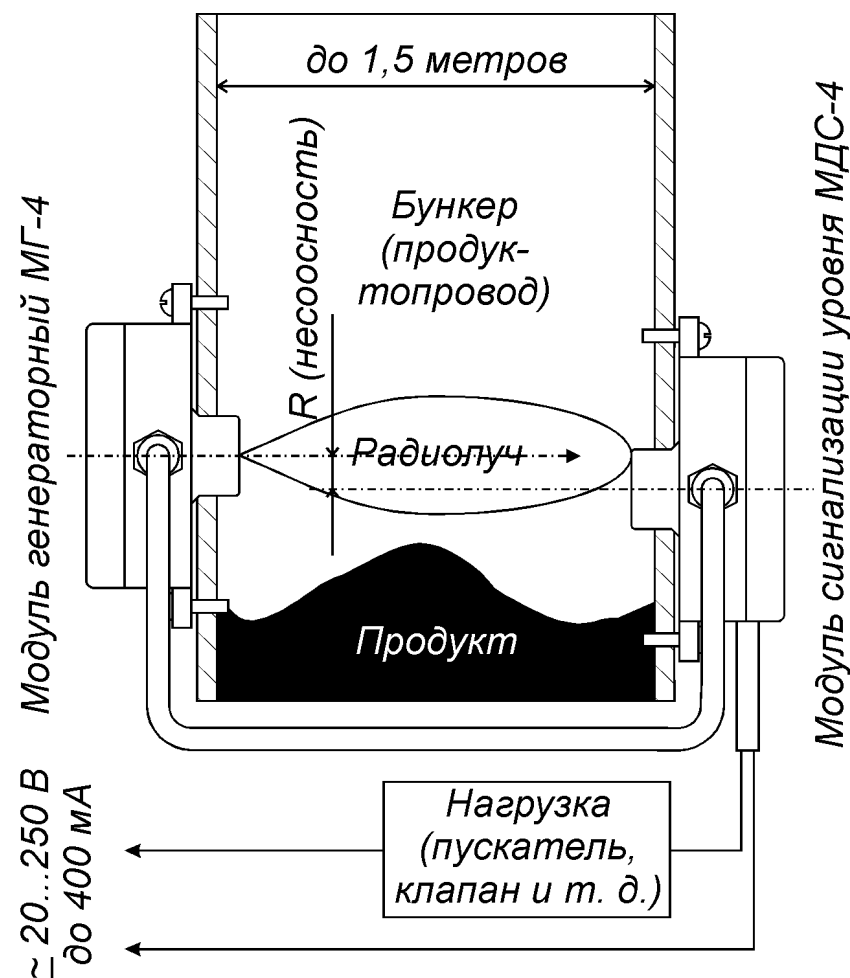
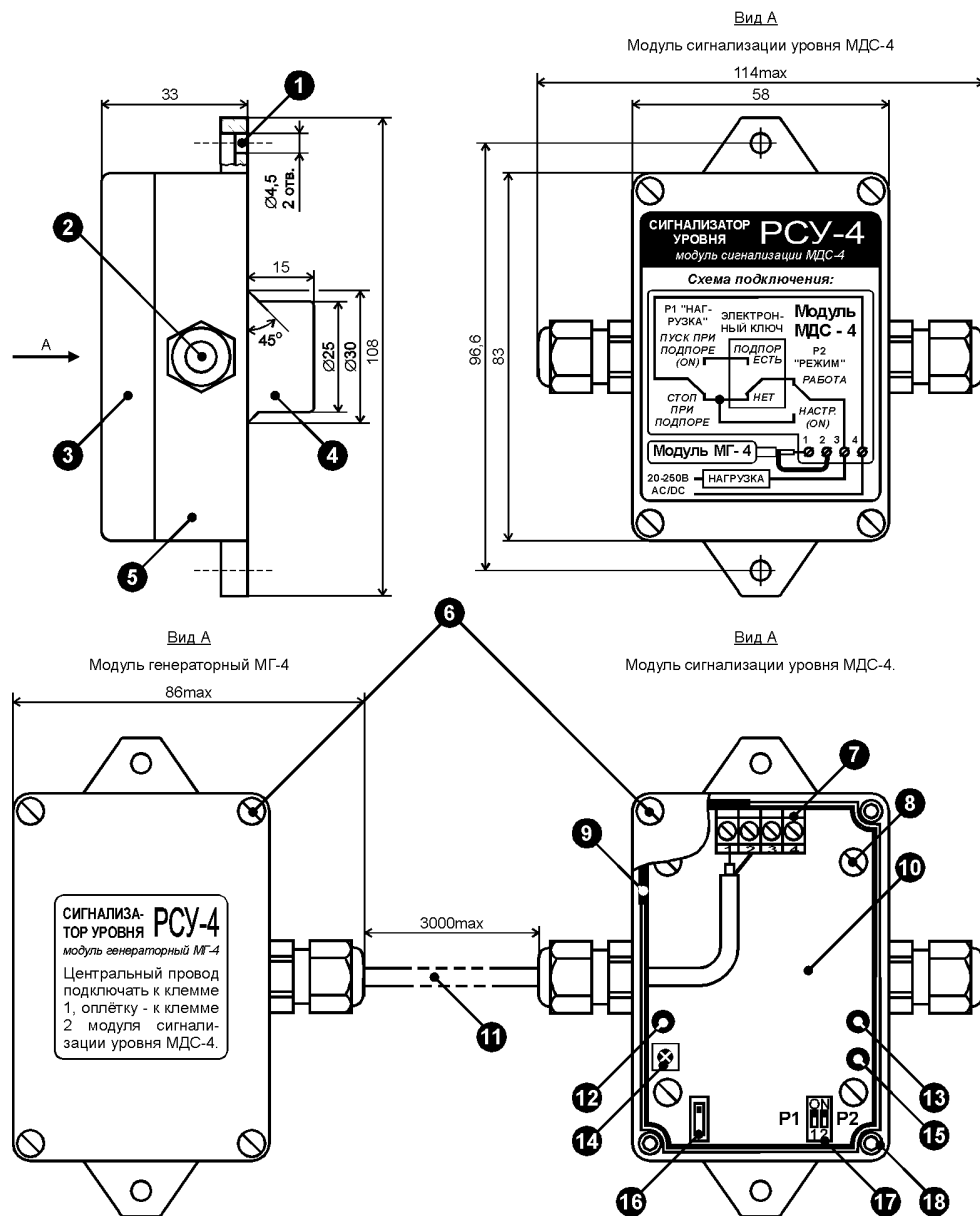

Рис. 1. Принцип действия сигнализатора уровня РСУ-4.
Рис. 2. Конструкция сигнализатора уровня PCSU-4.
Принцип действия сигнализатора основан на ослаблении амплитуды радиосигнала, проходящего сквозь слой контролируемого продукта (рис. 1).
Сигнализатор уровня РСУ-4 состоит из модуля генераторного МГ-4 и модуля сигнализации уровня МДС-4 (рис. 2). Модули собраны в одинаковых корпусах (поз. 5). Корпус через уплотнитель (поз. 9) закрывается крышкой (поз. 3), которая фиксируется четырьмя винтами (поз. 6). Винты вворачиваются в резьбовые втулки (поз. 18), запрессованные в корпус. Для крепления корпуса предусмотрено два отверстия (поз. 1). На боковых стенках модулей установлены кабельные вводы (поз. 2): один на модуле МГ-4 и два - на модуле МДС-4. При монтаже модулей на бункер (продуктопровод) используются вставки полиуретановые ВПУ-15 (поз. 4). Электрическое соединение модулей между собой производится с помощью коаксиального кабеля (поз. 11) длиной 3 метра: кабель является составной частью модуля МГ-4. Вставки ВПУ-15 и коаксиальный кабель входят в комплект поставки.
б) переключатель «Порог» (поз. 16). Установка этого переключателя в верхнее по рис. 2 положение снижает чувствительность РСУ-4, позволяя использовать его на продуктопроводах небольшого сечения (минимальное расстояние между модулями МГ-4 и МДС-4 – 10 см).
Переключатель Р1 определяет логику работы РСУ-4. В нижнем по рис. 2 положении сигнализатор будет «замкнут» при отсутствии продукта в точке установки, «размыкая» цепь нагрузки при подпоре. Если переключатель Р1 установлен в верхнее положение (положение «ON»), то логика работы меняется на противоположную: при подпоре РСУ-4 «замыкается», включая внешнюю цепь.
Переключатель Р2 используется только при настройке сигнализатора. Если установить его в верхнее по рис. 2 положение (положение «ON»), то независимо от наличия / отсутствия подпора РСУ-4 всегда «замкнут» (если Р1 находится в нижнем по рис. 2 положении) или всегда «разомкнут» (если Р1 находится в положении «ON»). После окончания настройки Р2 необходимо установить в нижнее положение.
Монтаж сигнализатора необходимо проводить в строгом соответствии с рис. 1. Место установки должно располагаться там, где поток продукта, поступающего в бункер (продуктопровод), не перекрывает трассу распространения радиолуча. В местах установки модулей следует обеспечить параллельность противоположных стенок бункера (продуктопровода).
Установочные отверстия для модулей должны (по возможности) располагаться соосно: это повысит чувствительность РСУ-4 и позволит сигнализатору работать при более толстых слоях налипания. Несоосность установки (R на рис. 1) не должна превышать 10% от ширины или диаметра бункера (продуктопровода).
Проверка работоспособности и настройка изделия производятся после монтажа, непосредственно на контролируемом объекте. Схема подключения сигнализатора изображена на рис. 1 и крышке модуля МДС-4. Расположение органов регулировки и индикаторов показано на рис. 2.
3. Установить переключатель Р1 «Нагрузка» в требуемое положение. Если при подпоре необходимо отключать цепь нагрузки, то Р1 должен быть установлен в нижнее по рис. 2 положение. Если при подпоре следует включать внешнюю цепь (например, запускать механизмы выгрузки продукта из бункера), то Р1 следует установить в верхнее положение (положение «ON»).
5. Установить переключатель «Порог» в нижнее по рис. 2 положение («Высокая чувствительность»).
б) перевести переключатель «Порог» в верхнее по рис. 2 положение («Низкая чувствительность»).
11. Установить переключатель Р2 «Режим» в нижнее по рис. 2 положение («Работа»).